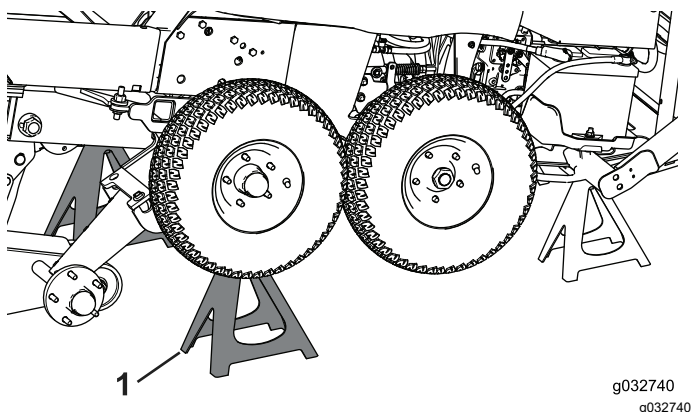

Figure 89
1. Chandelle (2)
5. Utilisez des chandelles pour soutenir le cadre d'hiver (Figure 89).
6. Déposez les roues avant (Figure 89).